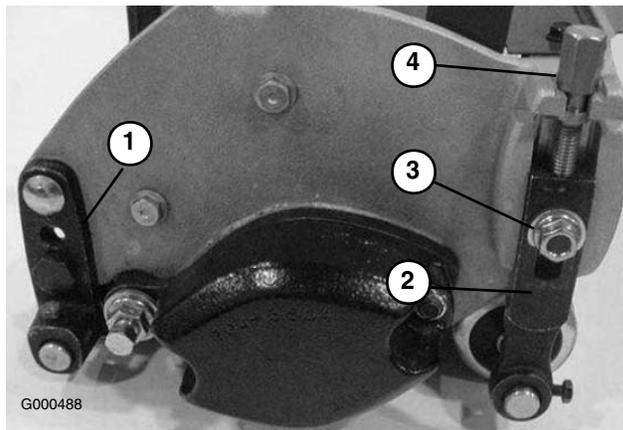

Figura 51
1. Ajuste los soportes del rodillo trasero (Figura 51) a la posición superior o inferior, dependiendo del intervalo de alturas de corte deseado.
3. Afloje las contratuercas que fijan los brazos de altura de corte a las chapas laterales de la unidad de corte (Figura 51).